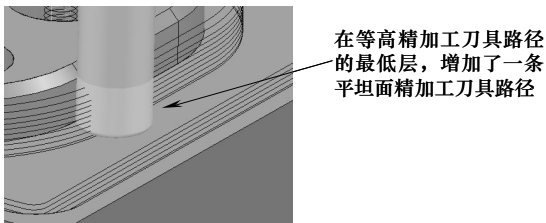

图 4-96 加工到平坦面
(5) 加工到平坦区域 在等高精加工刀具路径中, 增加一条平坦面精加工刀具路径, 如图 4-96 所示。